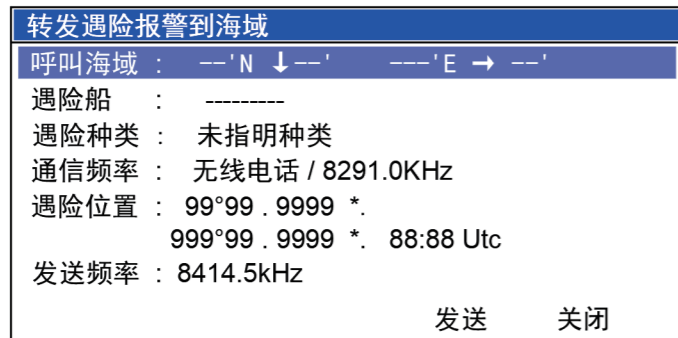

图4.2.1
- b: 使用频道旋钮选择<转发遇险报警到海域>项，按 [确认] 键打开编辑界面，如图4.2.1所示。